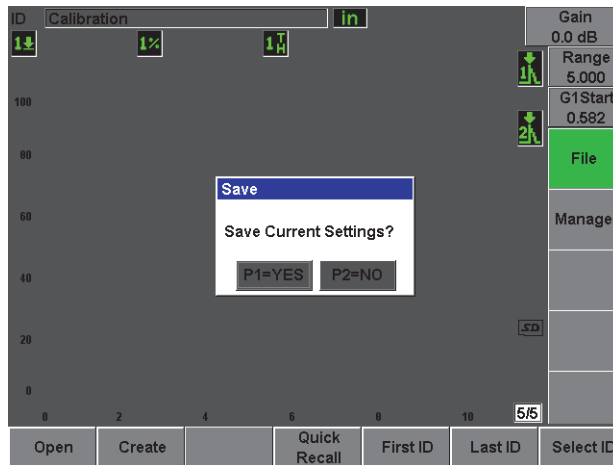

Figura 2-21 Caixa de diálogo Save
- Pressione **Save** (veja Figura 2-21 na página 51).